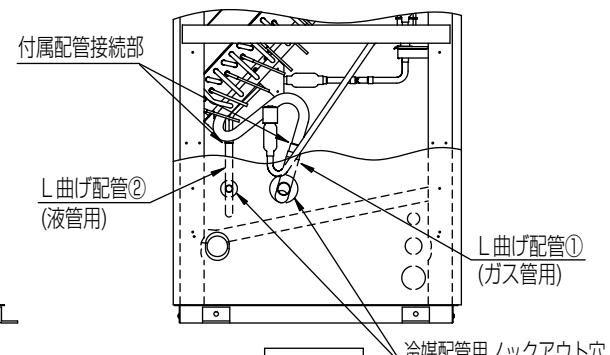
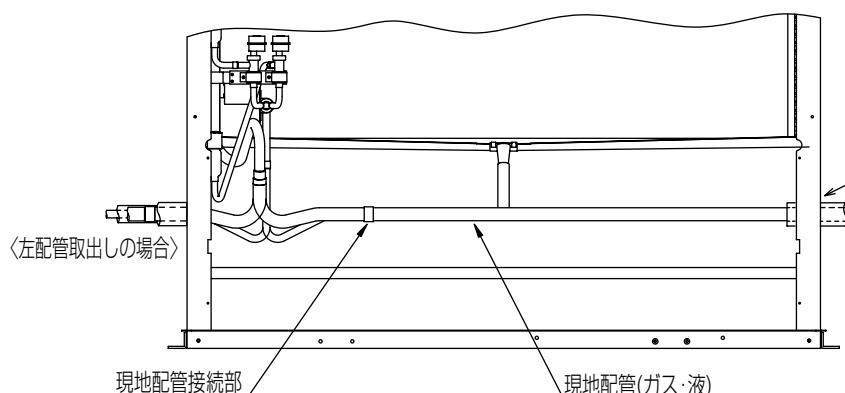

図5
図6
(4) 図5・図6に示すとおり、付属配管・現地配管を前面からろう付け接続を行ってください。
現地配管接続部 図6 → 付属配管接続部 図5
(5) 図6に示すとおりパイプカバーを取付けてください。